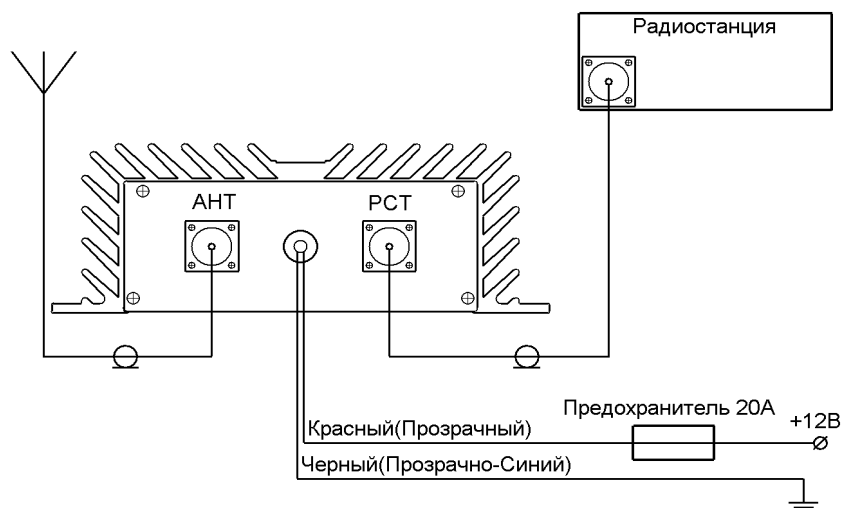

Рис. 1: Схема подключения КПП101-12
- 4.3. Подключите **Красный(Прозрачный)** провод компенсатора к «+12В» сети автомобиля через предохранитель 20А (см. рис. 1). При подключении необходимо учитывать высокий потребляемый ток. **Используйте провод сечением не менее 2 кв. мм.**
- 4.5. Подключите радиостанцию к разъему **PCT** на компенсаторе, а антенну к разъему **АНТ**. (см. рис. 1) Кабели в комплект поставки не входят.